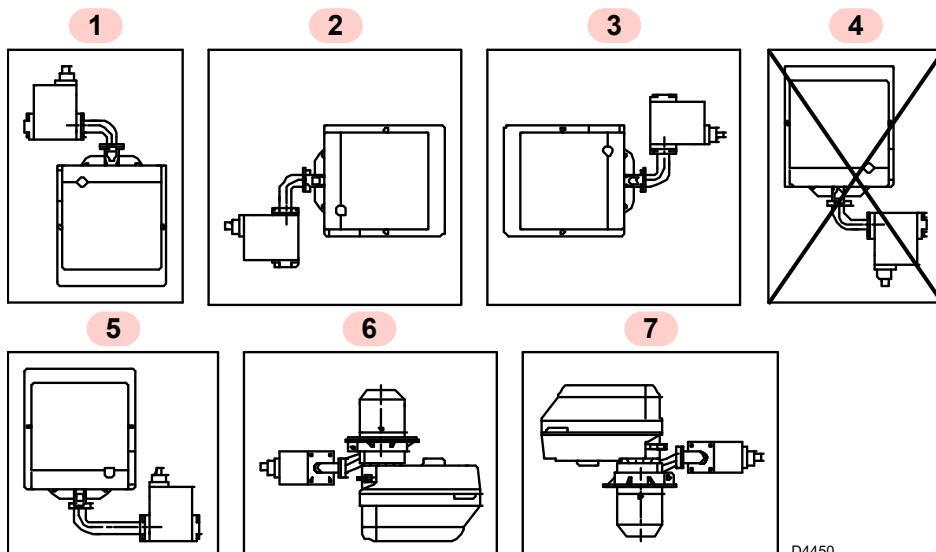

Fig. 9
- El quemador está preparado exclusivamente para el funcionamiento en las posiciones 1, 2, 3, 5, 6 y 7(Fig. 9).